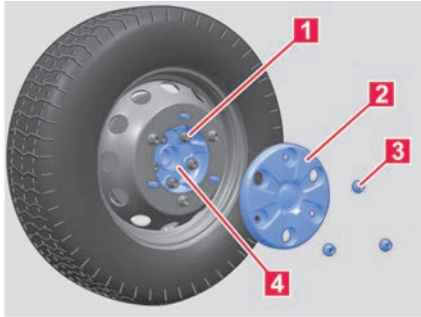

Abb. 223 Komplettnotrad an der Vorderachse montieren.
1. Fünf Sechskantschrauben → **Abb. 223 1** und das Adapterstück für das Komplettnotrad aus dem Zubehörset nehmen.
7. Komplettnotrad inklusive Distanzstück → **Abb. 223 4** (werkseitig bereits am Komplettnotrad montiert) an die Vorderachse ansetzen.
8. Alle Sechskantschrauben → **Abb. 223 1** im Uhrzeigersinn einschrauben und mithilfe des Radschlüssels und des Adapterstücks aus dem Bordwerkzeug leicht anziehen.
10. Alle Sechskantschrauben → **Abb. 223 1** mit dem Radschlüssel und dem Adapterstück fest im Uhrzeigersinn anziehen. Das Anzugsdrehmoment beträgt 200 Nm (148 ft-lbs).
11. Blende → **Abb. 223 2** für das Komplettnotrad aus der Tasche in der rechten Heckflügeltür nehmen.
12. Drei Radmutter (jede zweite Radmutter) am Komplettnotrad → **Abb. 223 3** lösen.
13. Blende → **Abb. 223 2** für das Komplettnotrad mit den großen Löchern über die montierten Radmuttern stecken.
14. Blende für das Komplettnotrad mit den drei gelösten Radmuttern → **Abb. 223 3** wieder befestigen.
15. Alle Radmuttern → **Abb. 223 3** mit dem Radschlüssel anziehen. Das Anzugsdrehmoment beträgt 180 Nm (133 ft-lbs).
3. Bei dem Komplettnotrad die Radmuttern vom Distanzstück (werkseitig bereits am Komplettnotrad montiert) → **Abb. 223 4** mit dem Radschlüssel lösen und abschrauben.
- Wenn Sie das Komplettnotrad auf der Vorderachse montieren, müssen Sie die entsprechende Blende → **Abb. 223 2** anbringen.